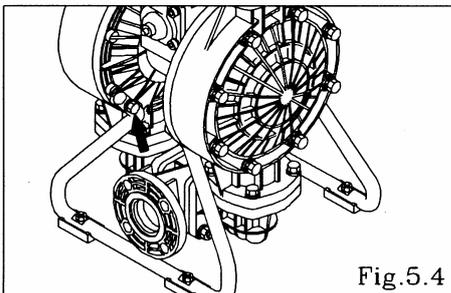

Fig.5.4
Vea [9. Vista despiezada] en la pág. 13 siguientes. (La Fig. 5.4 muestra NDP-40 BP_).
- Retire los 8 (4 en NDP-40) pernos retenedores de la cámara de salida y quite el cuerpo soporte. [Fig. 5.4]